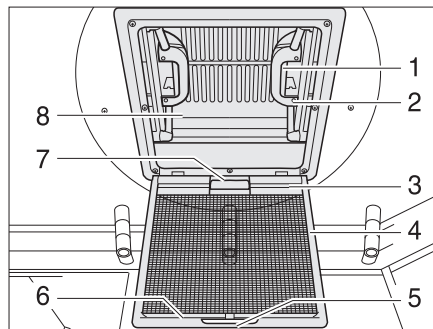

Fig. 80 Lanterneau à poussoirs
- Tirer sur la poignée (Fig. 80,5).
- Rabattre la moustiquaire (Fig. 80,4) vers le bas.
- Appuyer sur le verrou (Fig. 80,1) vers l'intérieur du lanterneau (Fig. 80,8). Pousser le lanterneau simultanément vers le haut par la poignée (Fig. 80,2).
- Faire basculer la moustiquaire (Fig. 80,4) vers le haut jusqu'à ce qu'elle s'enclenche.
- Tirer fortement le lanterneau (Fig. 80,8) vers le bas par les deux poignées (Fig. 80,2) jusqu'à ce que les deux verrous (Fig. 80,1) s'encliquettent.
- Tirer le store occultant par la poignée (Fig. 80,7) et accrocher la barre d'accrochage (Fig. 80,3) dans la barre de retenue (Fig. 80,6) de la moustiquaire.
- Détacher la barre d'accrochage (Fig. 80,3) de la barre de retenue (Fig. 80,6) et laisser revenir lentement le store occultant.